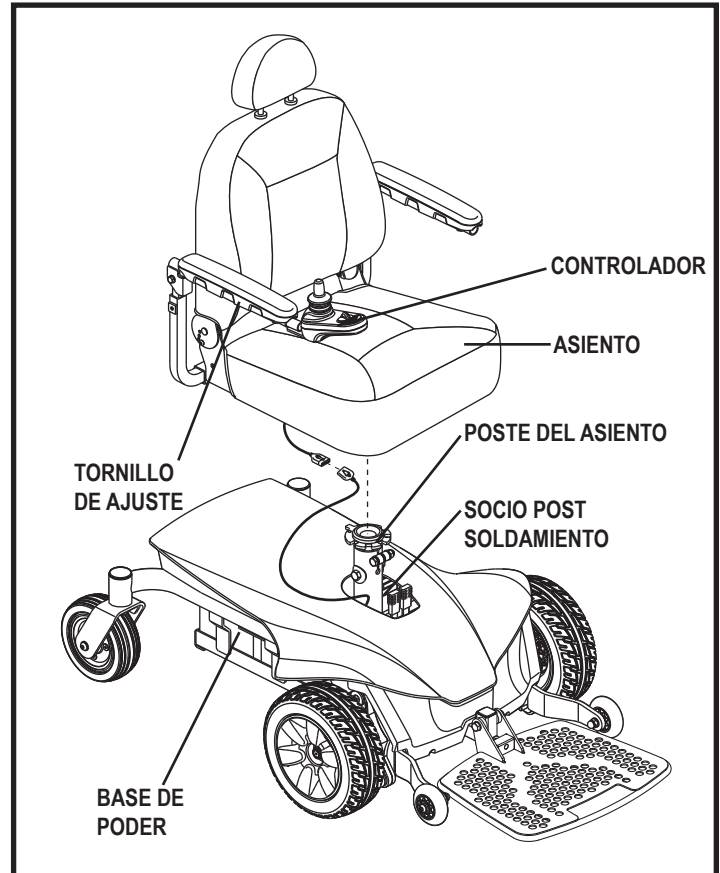

Figura 7. Asamblea de asiento y controlador
1. Ajuste el poste del asiento a la posición deseada e inserte el perno a través del poste del asiento y asegúrelo con la tuerca. **Ver la Figura 7.**
3. Deslice el asiento hacia abajo en el puesto del asiento. **Ver la Figura 7.**
4. Instale el controlador en uno de los reposabrazos. Apriete el tornillo de fijación con la llave hexagonal suministrada. **Ver la Figura 7.**
8. Reinstale el asiento. **Ver la Figura 7.**